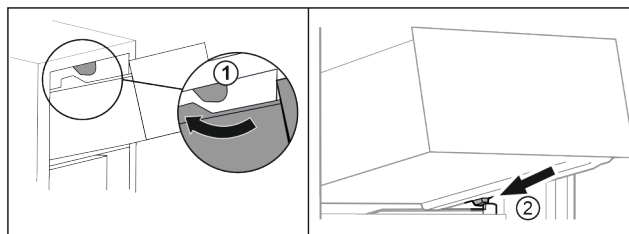

Fig. 69
- ▶ Veděte zásuvku podél horních zarážek. Fig. 69 (1)
- ▶ Nasadte zásuvku šikmo za dolní zarážky na žebrování na nádoby. Fig. 69 (2)